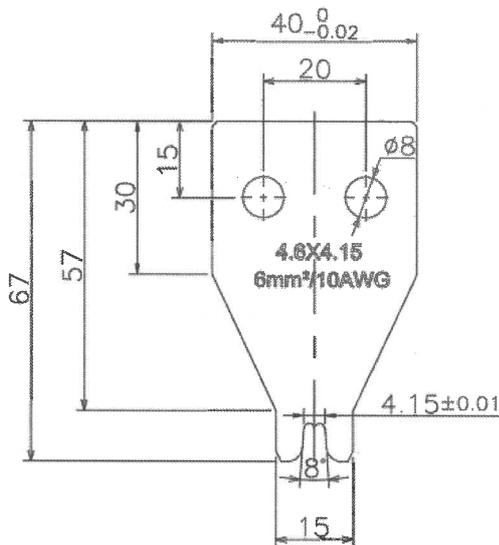

Figure 12 上刀模 (Up Blade)
- ◇ 压接刀具图纸参考 (如图 12&13)
Crimping Tool Drawing (Fig 12&13)